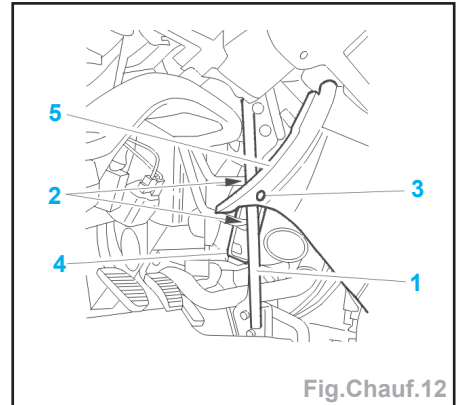

Fig.Chauf.12
- Déposer le tirant (1) (Fig.Chauf.12).